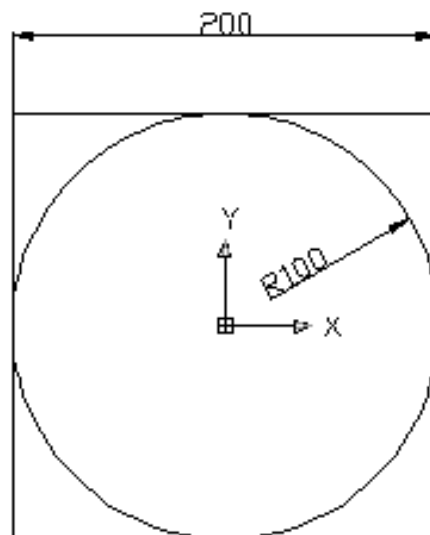

Figura 2.29. Polígono circunscrito.
**Solución** (ver figura 2.29).